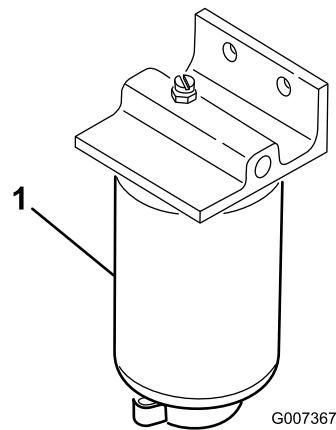

図 46
1. 燃料フィルタの下に汚れのない容器をおく 図 46。
2. フィルタの取り付け部周辺をウェスできれいにぬぐう **図 46**。